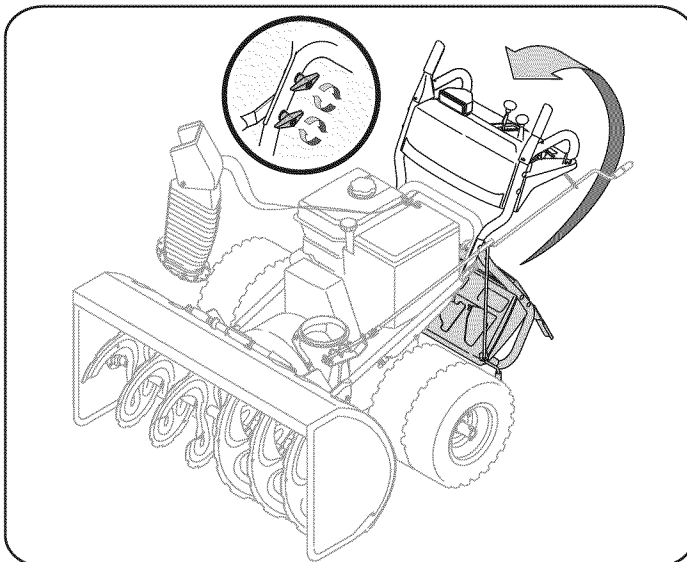

Figure 1
- b. Quitar la parte inferior del ala mando de la saeta y el transporte de cada lado de la parte superior del mango. Tire hacia arriba en la parte superior como se muestra a manejar. En la fig. 1. Alinee asa superior con la inferior manejar. De nuevo, asegúrese de los manantiales en el extremo inferior de la barrena y conducir los cables están bien conectados en sus respectivos. Actuador de soporte. Asimismo, eliminar cualquier ligas asegurar los cables a las tuercas de mariposa.